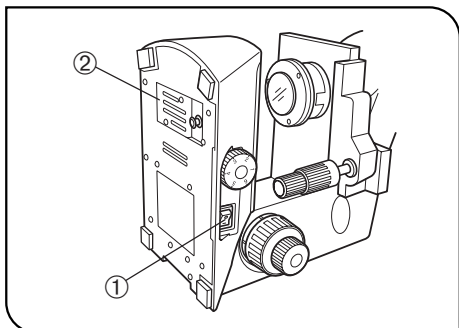

Fig. 1
- Afin de prévenir tout risque de choc électrique et d'incendie lors du remplacement de la lampe, toujours mettre l'interrupteur principal ① sur "O" (OFF) et débrancher à l'avance le cordon d'alimentation de la prise murale. Avant de procéder au remplacement de la lampe, laisser refroidir l'embase ② et la lampe avant d'y toucher. (Fig. 1)